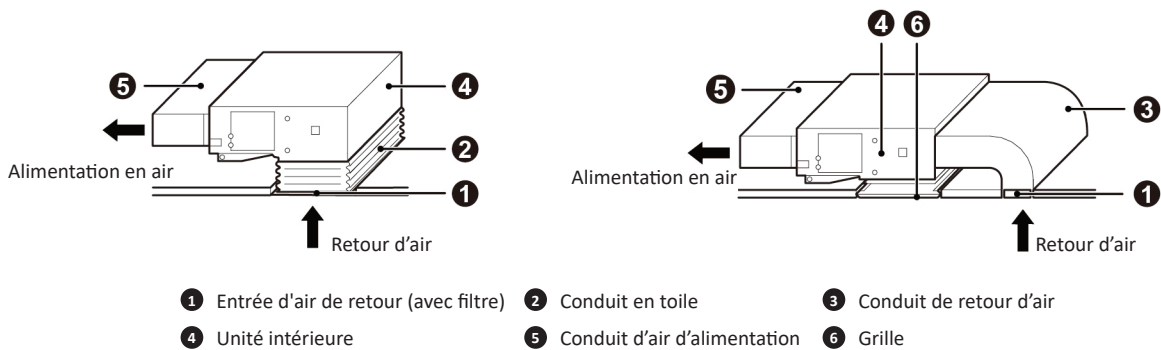

Fig. 4.24
- 5 Sélectionnez la méthode d'installation appropriée en fonction des besoins réels de construction et d'entretien, voir Fig. 4.24.